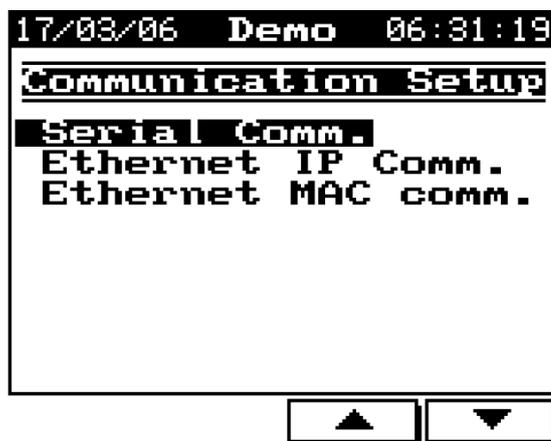

Рис. 9.2
1. Войдите в меню **Technical menu** (см. п. 4.1). В меню **Technical menu** выберите пункт **Communication Settings** и нажмите «Enter». На дисплее появится экран выбора типа соединения (рис. 9.2):